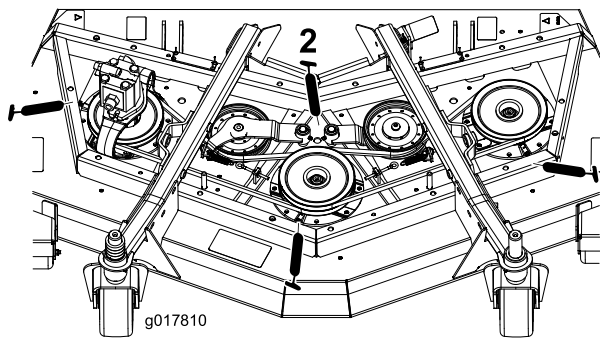

Figura 44
- Três rolamentos do eixo - localizados debaixo da polia (Figura 44)
- Casquilhos da articulação do braço intermédio (Figura 44)